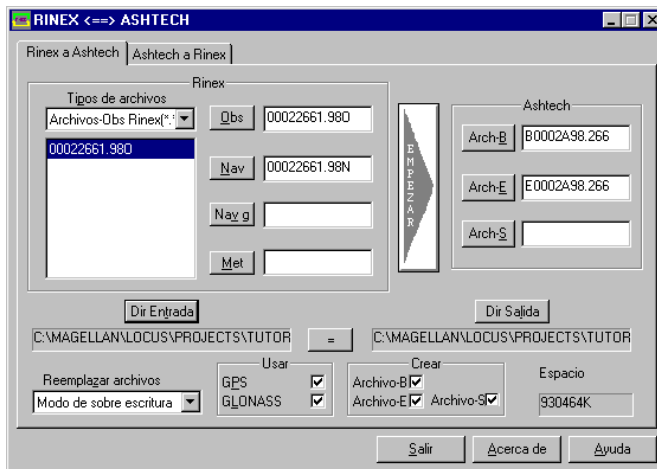

Figura B.3. Cuadro de Diálogo Rinex-a-Ashtech con Nombres de Archivos de Salida Sugeridos
3. Se cierra el cuadro de diálogo **Configurar Entrada. Directorio de Entrada** despliega la lista de la ruta de acceso del directorio y **Archivos Disponibles** muestra la lista de archivos Rinex en el directorio de entrada (Figura B.3).